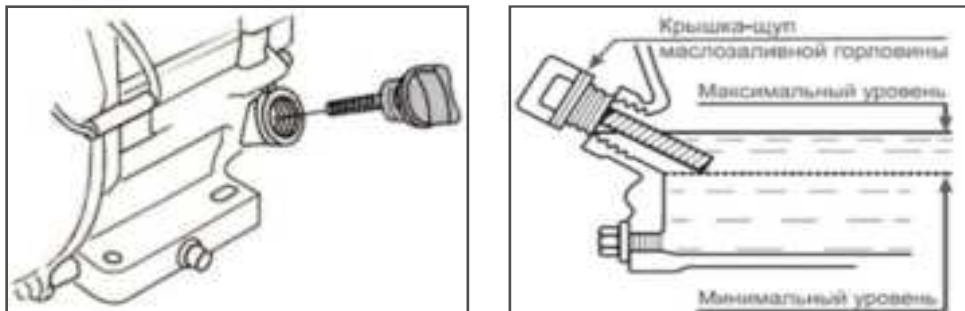

Рис. 11
ё Отверните крышку маслосливной горловины (Рис. 11) из картера двигателя, достаньте щуп.
**ВНИМАНИЕ!** Максимальный уровень масла в картере соответствует нижней кромке заливного отверстия (Рис. 11)
3. Залейте бензин в топливный бак при помощи специальной емкости или воронки до уровня, показанного на Рис. 11